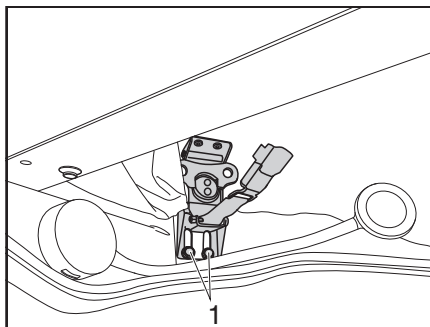

Figura 48 Bloqueo del techo elevable
- Aflojar los 2 tornillos (Figura 48,1) del bloqueo.
- Bajar el techo elevable tirando de la manija y al mismo tiempo apretar los 2 tornillos (Figura 48, 1).